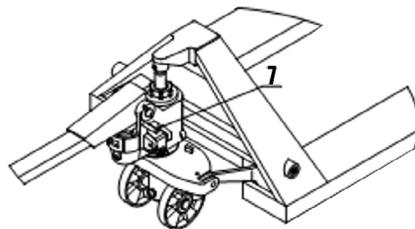

Fig.3
3.6 Revise la Fig. 3, levante la palanca a una posición horizontal, extraiga el pasador 7 y guárdelo de manera adecuada para reemplazar la palanca cuando sea necesario. El ensamble se ha completado.